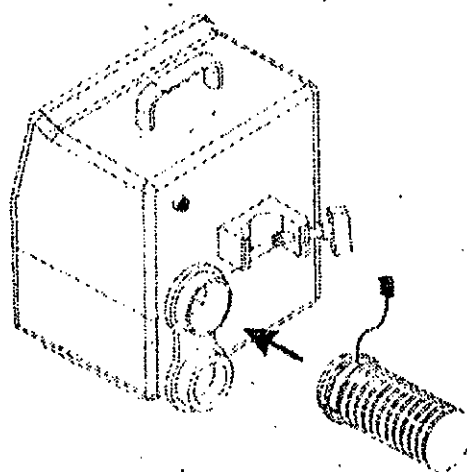

Figura 2 – Ajuste del tubo de aire.
2. Ajuste el tubo de aire caliente a la parte posterior de la unidad de calor, como se muestra en la Figura 2.